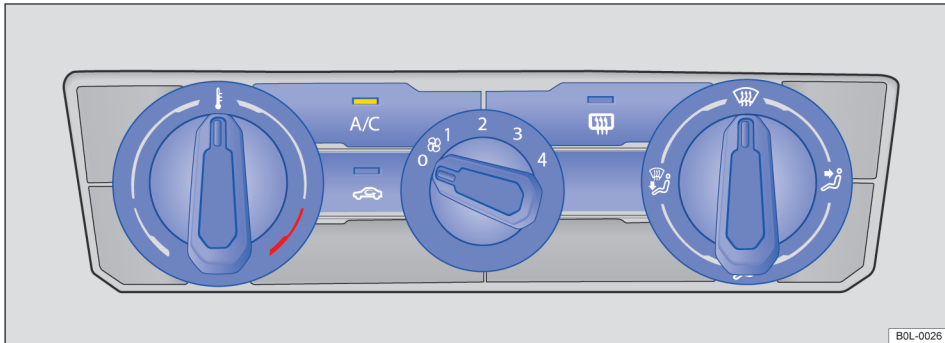

图 74 中控台上部：半自动空调系统操作机构
- 转动左侧温度调节器 → 图 74。
- 转动中间鼓风机调节旋钮 → 图 74。
- 将右侧气流分配调节器转动到位置 ☀️ → 图 74。
- 将气流分配调节器 → 图 74 旋至位置 。
- 将鼓风机调节旋钮 → 图 74 旋至 3 档。如发动机已达到最佳工作温度，可适度降低鼓风机转速。
- 将温度调节旋钮 → 图 74 右旋到止位。
- 按需要，调节温度调节旋钮 → 图 74，设定合适温度。
- 将鼓风机转速调节旋钮 → 图 74 旋至 2 或 3 档。
- 将空气分配旋钮 → 图 74 旋至  档。